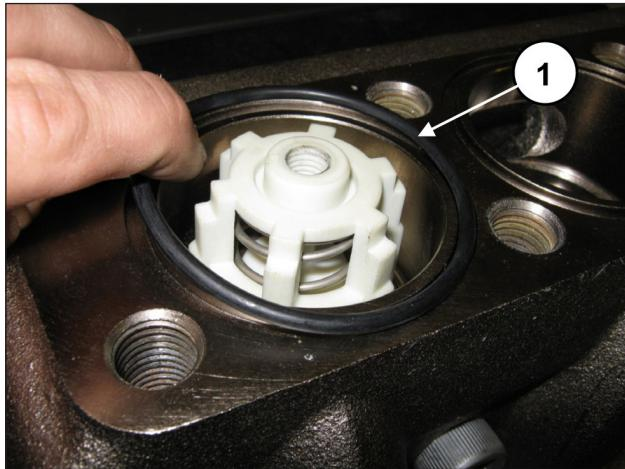

Fig. 160
Poser le joint torique frontal sur les soupapes de refoulement (rep. ①, Fig. 160).